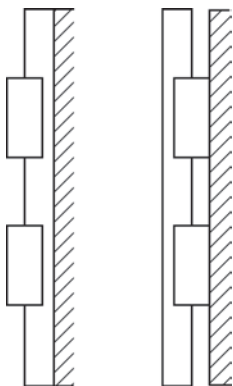

图 7
(6) 竖直安装(见图7)适用于竖直方向上取料的机械手臂、垂直提升机构及三坐标机械手等场合,将直线导轨在竖直平面的垂直方向上安装。在提升机构中,如果滑块的工作行程较大,则导轨的长度也较长,可能没有足够的长度用于安装导轨,这时可以采用将滑块固定、导轨运动的方式,简化结构。但在装配时需要注意,导轨副没有自锁能力,通常都需要在机构上设计防落机构(如自锁器等)。